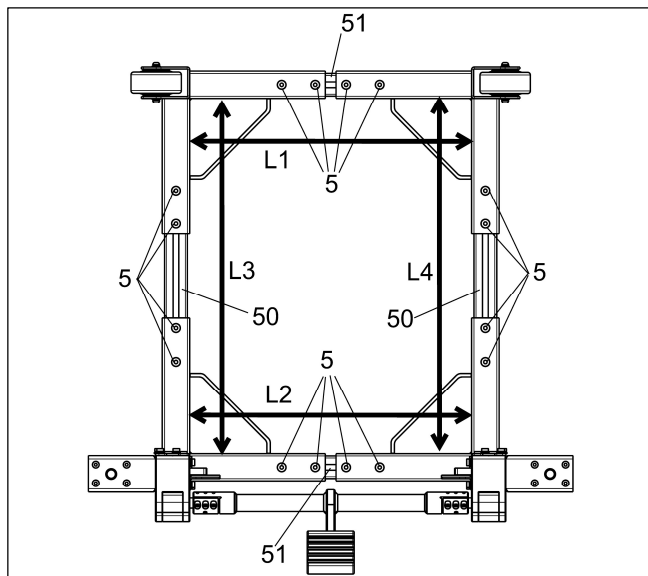

图 9
e.松开紧固件“5”，拉伸四周角架，使得箭头处长度比机器底座长 6.3-12.7mm；旋紧所有紧固件“5”。(见图 9)
- 1.确保图 9 所示 L1 与 L2、L3 与 L4 大致相等,若不相等,请重复步骤 e 调至相等;